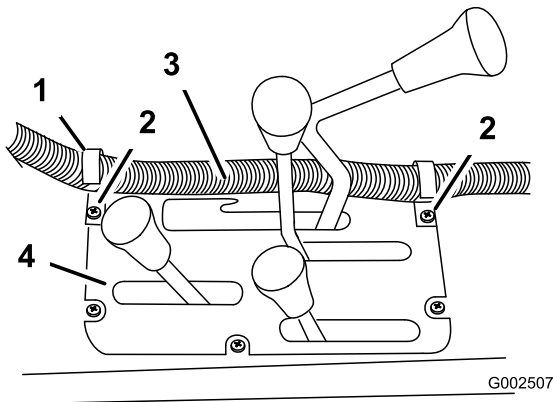

図 16
- 既存のねじを使って、センターコンソールの 図 16 に示す位置に、Jクリップ 2 個を取り付ける。